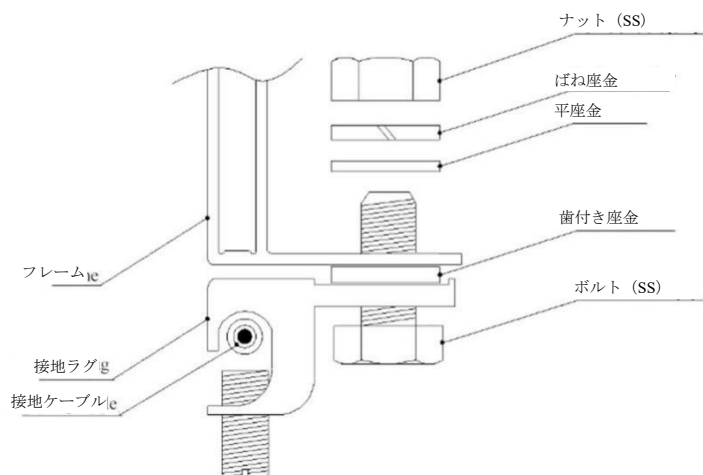

図 24：接続ラグ取付ボルト設置の模式図
- 接続ラグ取付ボルトを用いた設置：最初に、適切な長さに接地ケーブル・ヘッドを剥く。剥く時に金属線芯を損傷しないようにに注意する。剥いた接地ケーブル・ヘッドを接続ラグのソケットに挿入し、次に、締付ねじを締め、そして、ステンレス鋼ボルトおよびコネクタを用いてアルミニウム・フレームに接続ラグを接続する。設置図を図 24 に示している。